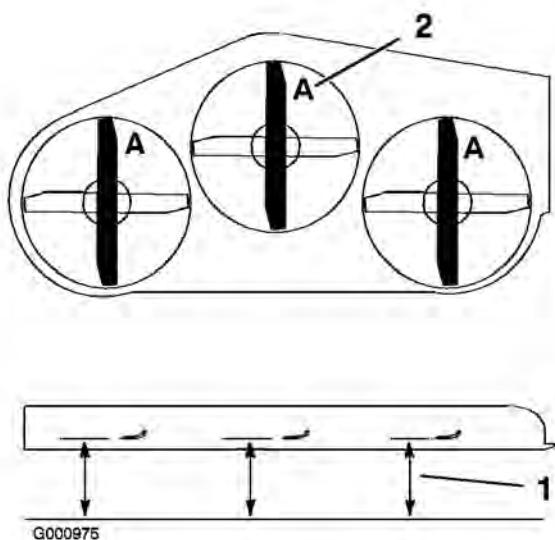

Figure 68
3. Tournez les lames dans le sens longitudinal (Figure 68). Mesurez la distance entre la surface plane et le tranchant (position **A**) des lames (Figure 68) et notez cette valeur.